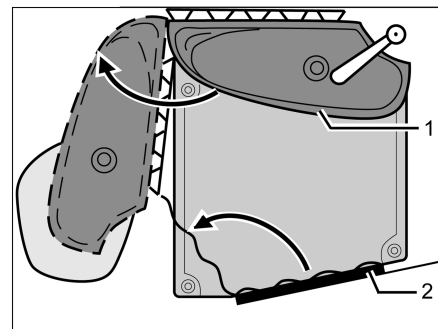

Fig. 349 Toilette Vario
- Girare il lavabo con la parete posteriore (Fig. 349,1) nella direzione della freccia.
- Entrare nel vano WC e chiudere la porta di ingresso della toilette (Fig. 349,2) dall'interno e bloccarla.